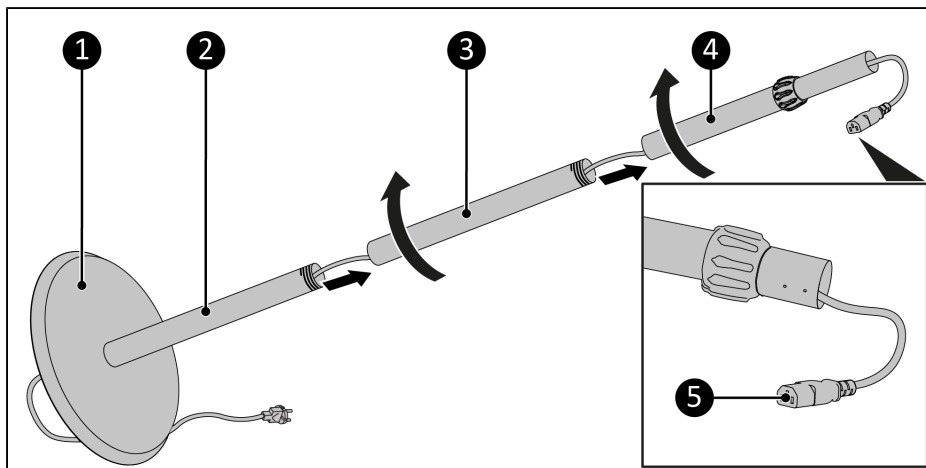

Figur 56.
1. Dra åt justeringsratten (Figur 56, pos. 1) från det justerbara röret. Det kommer att förhindra att innerröret faller ur sin plats under monteringen.